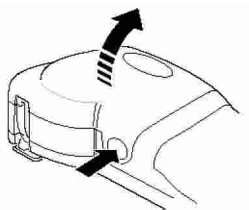

Рисунок 4
1. Нажмите на защелку и откройте крышку отсека для кассет (см. рисунок 4).